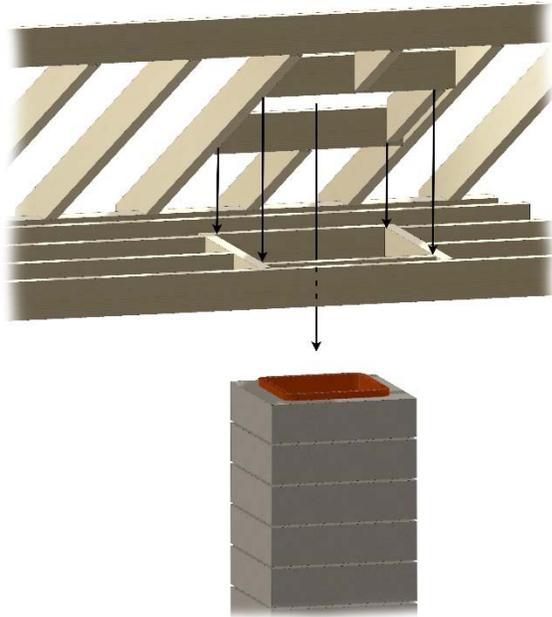

Figure 23. Pénétration du toit
C. Mesurez de tous les côtés du clou et marquez l'ouverture requise, puis découpez un trou dans le toit. N'oubliez pas que le trou est mesuré sur l'horizontale, puis projeté sur le toit. Le trou peut donc être plus grand, en fonction de la pente du toit. Voir la Figure 23.